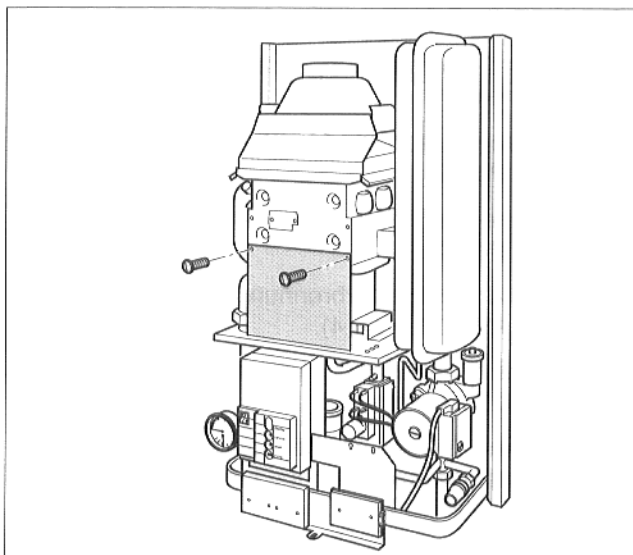

Abb. 34 Untere Brennerabdeckung abnehmen
- Untere Brennerabdeckung abnehmen (Abb. 34).